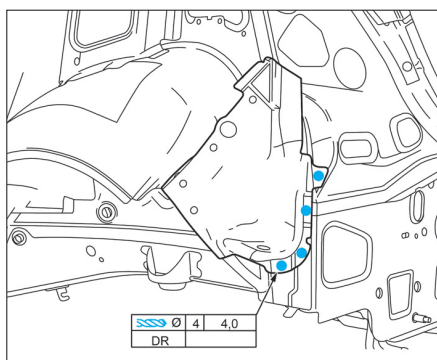

FIG. 86
- Percer l'extension de passage de roue externe neuve (Fig.86).